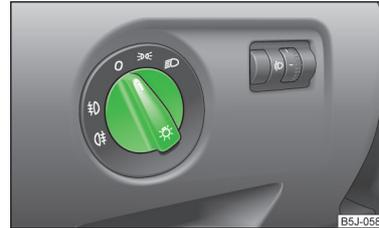

Abb. 40
Bei Fahrzeugen mit **Rechtslenkung** weicht die Anordnung der Bedienungselemente zum Teil von der in » Abb. 40 auf Seite 57 gezeigten Anordnung ab. Die Symbole, die die Stellungen der Bedienungselemente markieren, sind gleich.
**Lichtschalterstellungen** » Abb. 40.
➤ Den Lichtschalter in Stellung 0 » Abb. 40 auf Seite 57 drehen.